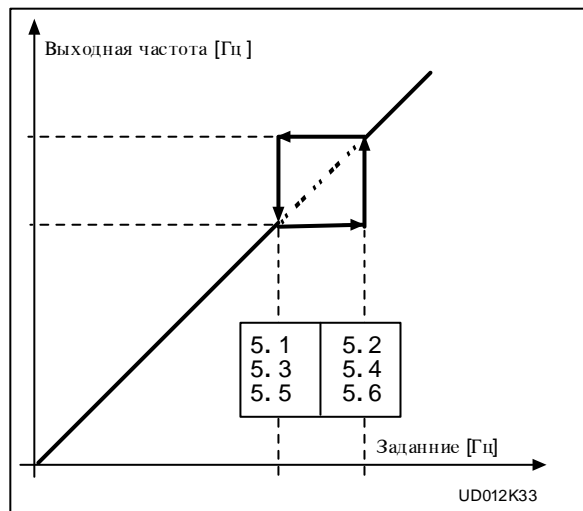

Рис. 6.5-16 Пример установки запретного диапазона частоты.
5.6 вызывают механические резонансы. Этими параметрами можно устанавливать три запретных диапазона частоты между $0-f_{max}$. См. рис. 6.5-16. Запретный диапазон частоты "перепрыгают" согласно временам ускорения и замедления.